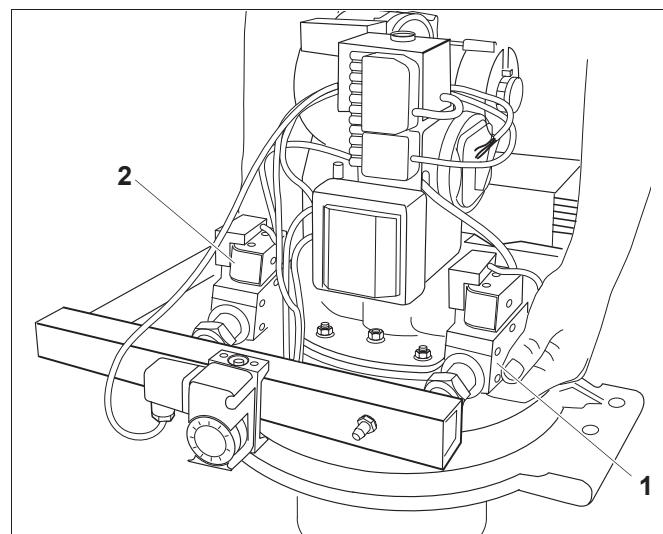

Рис. 6 Распаковка горелки
- Выньте горелку VM из коробки, подняв ее с двух сторон сзади газовых арматур (рис. 6, **поз. 1 и 2**).